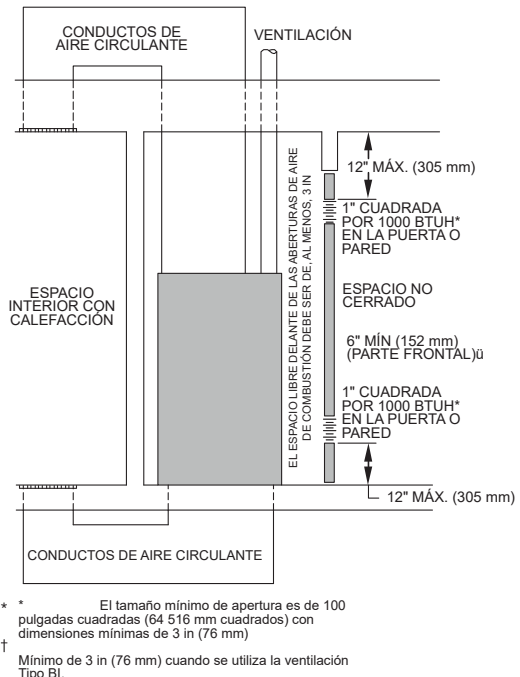

Fig. 7 – Aire para combustión, ventilación y dilución desde interiores
- b. Se trata de espacios combinados en el mismo piso. Cada abertura debe tener un área libre mínima de al menos 1 in²/1000 BTU/h (2000 mm²/kW) de la clasificación de entrada total de todos los dispositivos a gas en el espacio, pero no inferior a 100 in² (0,06 m²). Una de las aberturas debe comenzar a 300 mm (12 in) como máximo del techo y la otra a 300 mm (12 in) como máximo del piso. La dimensión mínima de la abertura es 80 mm (3 in). Consulte la Fig. 7.